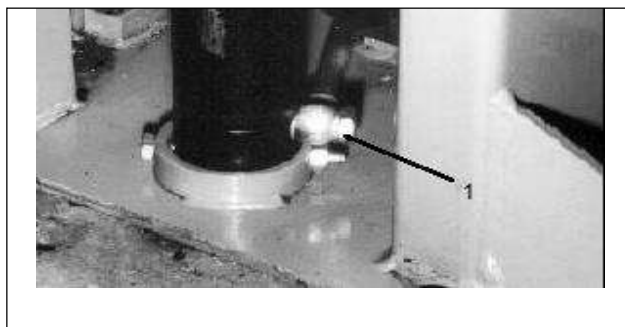

Рис. 17.
- Запорные клапаны гидроцилиндров (п.1, Рис. 17), расположенный в нижних частях обоих цилиндров, срабатывают при возникновении внезапной утечки масла (разрыв шлангов) и выходе из строя гидравлической системы.
- При внезапном ослаблении натяжения тросов и/или их разрыва срабатывает датчик контроля натяжения тросов (п.1, Рис. 17а), расположенный на верхней балке, обеспечивая включение микровыключателя ограничения хода в режиме подъем (п.2, Рис. 17а).
Рис. 17а